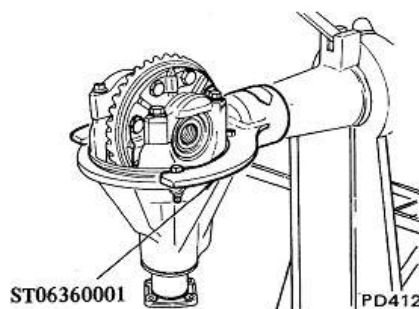

Fig. PD-42 Différentiel monté sur son support spécial
1. Monter le carter sur le support spécial ST06360001. Voir figure PD-42.